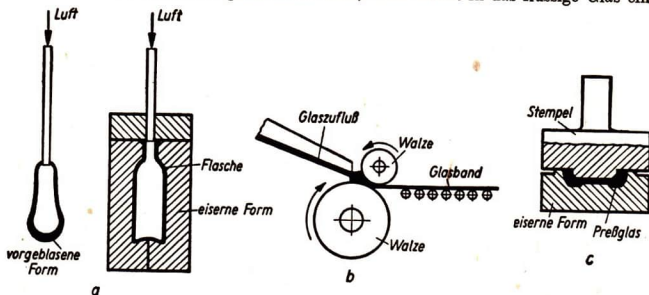

Abb. 64/1. Verarbeitung von Glas a) Blasen von Flaschen b) Walzen von Flachglas
e) **Nichtmetalle.** *Glas* ist ein harter, aber spröder Stoff, der auch elastisch ist. Durch Erwärmen wird es plastisch und kann dann gut verformt werden. Im plastischen Zustand wird es auf verschiedene Art verarbeitet. Man kann es zu *Hohlglas* blasen (Flaschen), zu *Preßglas* in Formen drücken (Teller, Schüsseln, Aschenbecher), zu *Flachglas* walzen (Fensterscheiben), zu Röhren und Fäden ziehen und zu Figuren modellieren (Abb. 64/1).